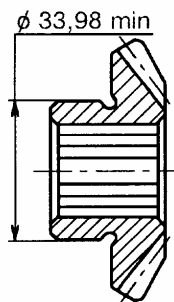

Рис.10.
5.2.4 Шестерня полуоси - 2101-2403050, рис.10.